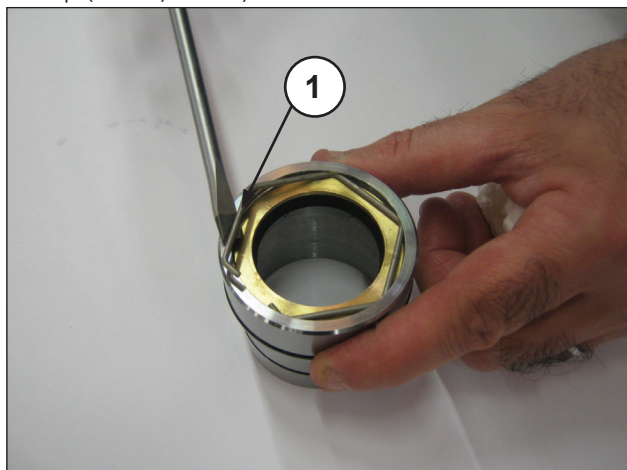
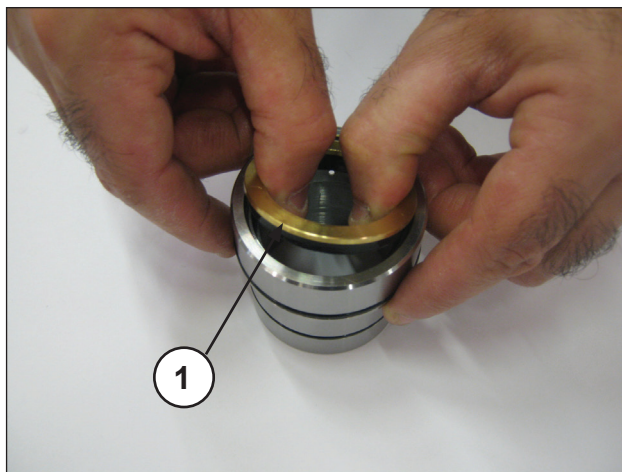

Рис. 50
Рис. 51
Чтобы удалить уплотнение низкого давления, необходимо снять стопорное кольцо (поз. ①, Рис. 50) и уплотнительное кольцо (поз. ①, Рис. 51).